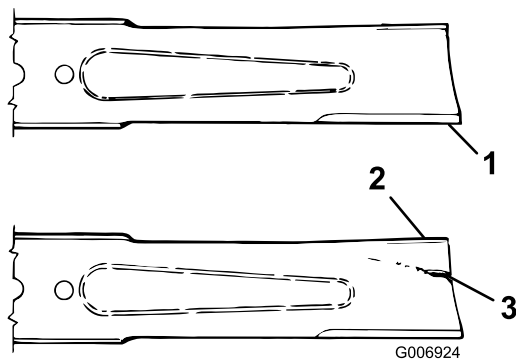

Рисунок 77
3. Осторожно проверьте режущие кромки ножей, особенно в точке соединения плоской и изогнутой частей ножа (Рисунок 77).
4. При обнаружении износа (Рисунок 77) замените нож; см. Проверка плоскости вращения ножей \(страница 78\)
При износе ножа между крылом и плоской частью ножа образуется бороздка (Рисунок 77). Часть ножа может случайно отломиться и вылететь из-под корпуса, возможно, нанеся тяжелую травму оператору или находящимся рядом людям.